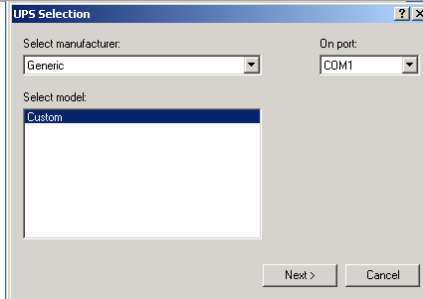

Figure 15 : Boîte de sélection UPS
11. Dans la section détails, cliquez sur **Select...** La boîte de sélection de l'UPS apparaît. Voir la Figure 15.